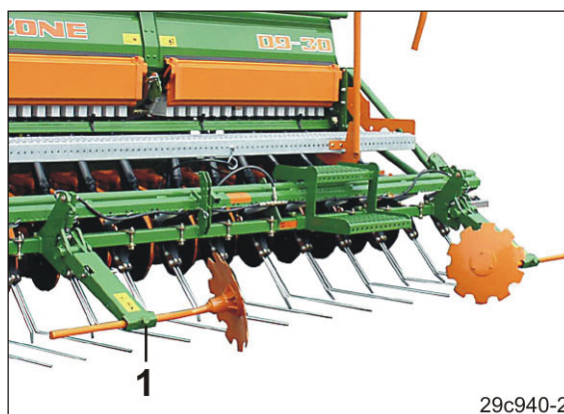

Fig. 102
7. Løsn bolten (Fig. 102/1).
10. Spænd bolten (Fig. 102/1).